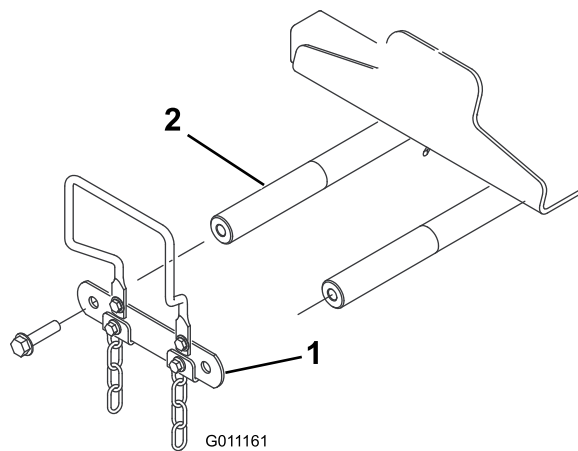

図 10
- 機体前部でピボットシャフトリンクを昇降アームのピボットシャフトに固定しているフランジキャップスクリュー $1/2 \times 2$ " を外してリンクを取り外す図 10。